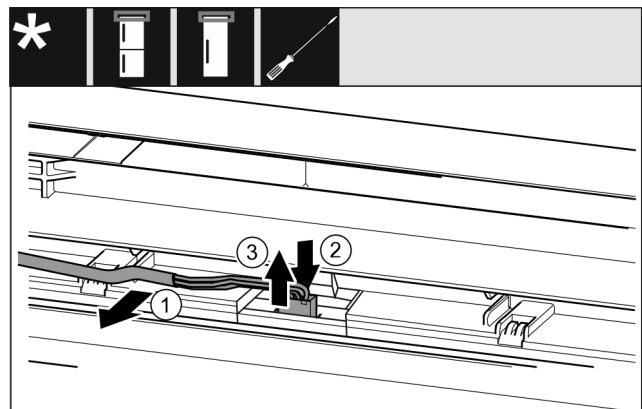

Fig. 23 制冷/冷冻组合/冰柜/冰箱*
- ▶ 将电缆 Fig. 23 (1) 小心地从门内的导向装置上松开。 *
- ▶ 向后按住插头后方的接片 Fig. 23 (2)。 *
- ▶ 小心地向上拉出插头 Fig. 23 (3)。 *